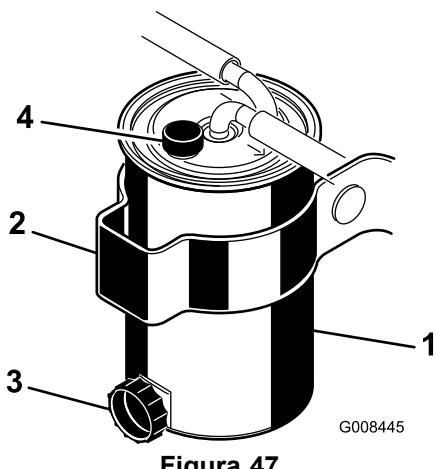

Figura 47
2. Limpe a zona de montagem do recipiente do filtro (Figura 47).
4. Abra o tampão de drenagem e válvula de respiro (Figura 47).